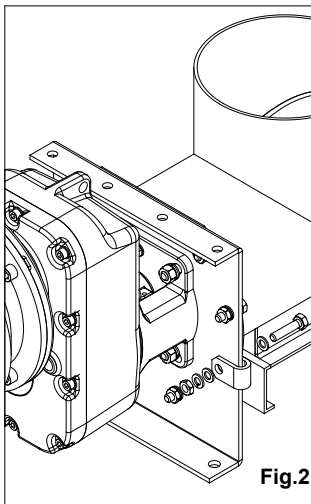

Fig.2
- 2 Fix the braid using the bolts supplied, by following the assembly sequence shown in Figures 2 - 3 - 4.
- 2 Fixer la tresse au moyen de la boulonnerie fournie, en respectant la séquence de montage indiquée dans les figures 2 - 3 - 4.
- 2 Зафиксировать жилу провода с помощью болтов, выполняя действия, изображенные на Рис. 2 - 3 - 4.